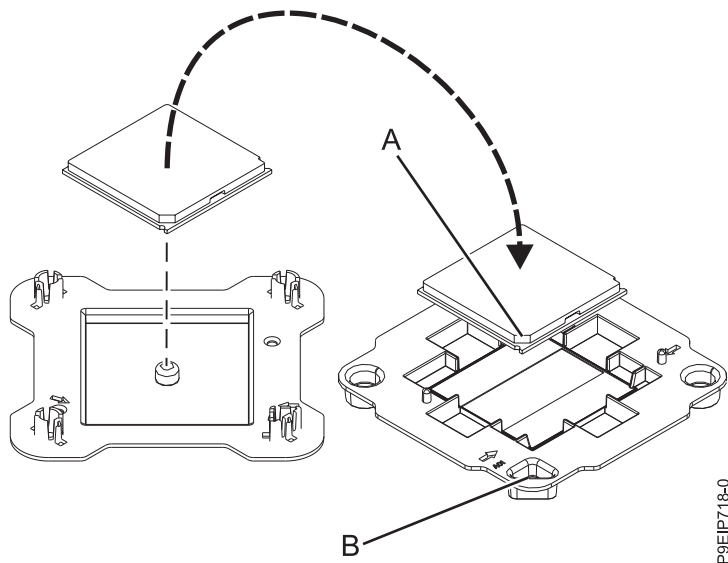

Figura 97. Colocando o Módulo do Processador do Sistema na Bandeja de remessa
12. Pressione levemente o módulo de processador do sistema substituído pelas bordas e levante o para fora da tampa da remessa. Alinhe o canto chanfrado do módulo (A) para o canto da bandeja com o triângulo (B) e coloque-o na bandeja, conforme mostrado em Figura 97.